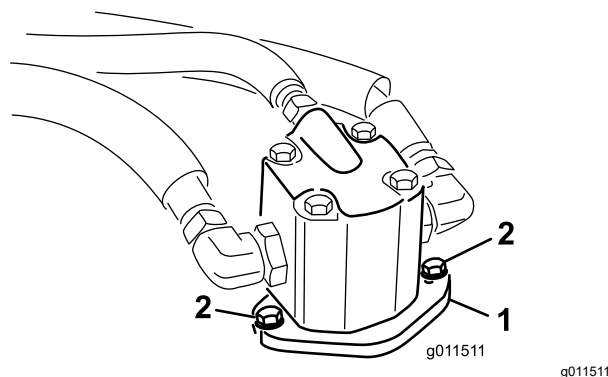

Figura 77
4. Retire los pernos que sujetan el motor hidráulico a la unidad de corte (Figura 77).